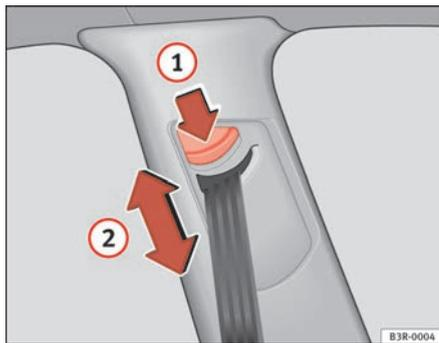

Abb. 16 Gurthöheneinstellung (Umlenkbeschlag)
- Drücken Sie die Taste ⇒ Abb. 16 (1) der Gurthöhenverstellung.
- Verschieben Sie den Umlenkbeschlag nach oben bzw. unten, bis der Schultergurtteil ungefähr über die Schultermitte – **keinesfalls über den Hals** – verläuft ⇒ Abb. 16 (2), ⇒ ⚠ in „Gurtbandverlauf“ auf Seite 26.